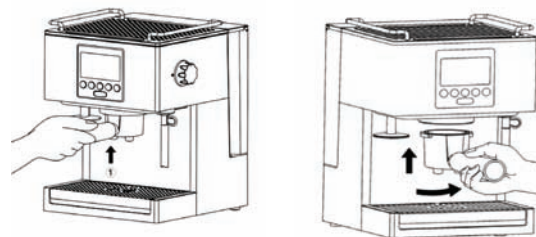

Рис. 3
- 6.1.3. Установи пустую ручку фильтра (7) в головке заваривания (5), переключив уверенным движением вправо (Рис. 3).
11.10. Закрепи ручку фильтра (7) в головке запаривания (5), поворачивая уверенным движением вправо (Рис. 3).
- 12.10. Закрепи ручку фильтра (7) в головке запаривания (5), поворачивая уверенным движением вправо (Рис. 3).
- 13.10. Закрепи ручку фильтра (7) в головке заваривания (5), поворачивая уверенным движением вправо (Рис. 3).